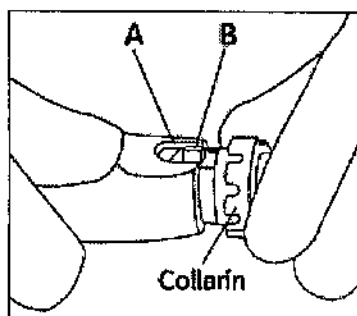
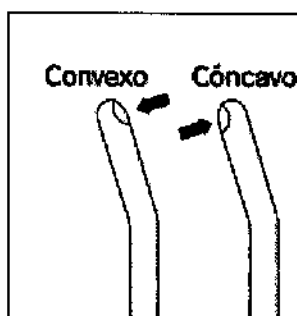

FIGURA 2
FIGURA 3
1. Sujete la punta o el mango (si ya está insertada la punta) con una mano y el collarín negro con la otra (Figura 2). Haga girar el anillo hasta obtener la curva deseada (Figura 3).